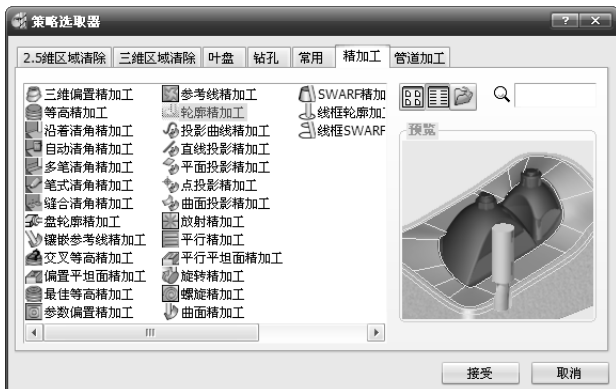

图 3-85 “策略选取器”对话框的“精加工”选项卡
1) 单击主工具栏上的“刀具路径策略”按钮，弹出“策略选取器”对话框。单击“精加工”选项卡，选择“轮廓精加工”加工策略，如图 3-85 所示。单击“接受”按钮。